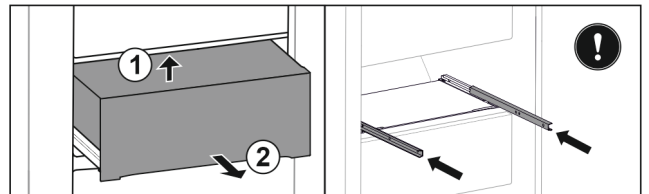

Fig. 49
- ▶ Ridicați sertarul de jos spate. Fig. 49 (1)
- ▶ Extrageți sertarul spre înainte. Fig. 49 (2)